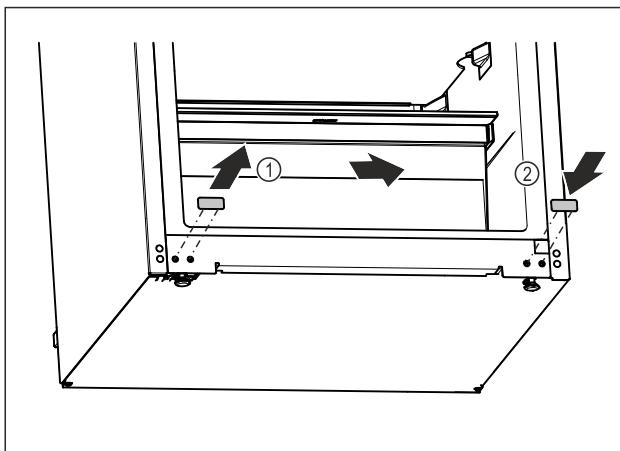

Fig. 16
- Витягніть заглушки. Fig. 16 (1)
- Вставте заглушки з протилежного боку. Fig. 16 (2)